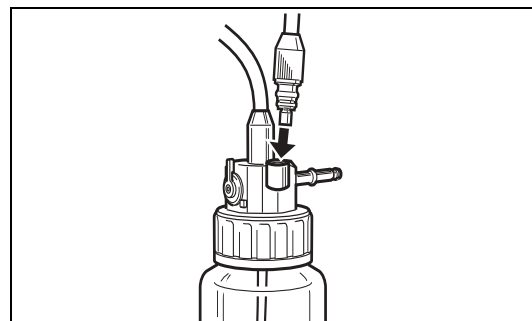

Figura 3.3
- Introduceți conectorul pentru aer/apă în suportul de pe capacul recipientului pentru apă până când endoscopul este conectat. (Consultați Figura 3.3.)